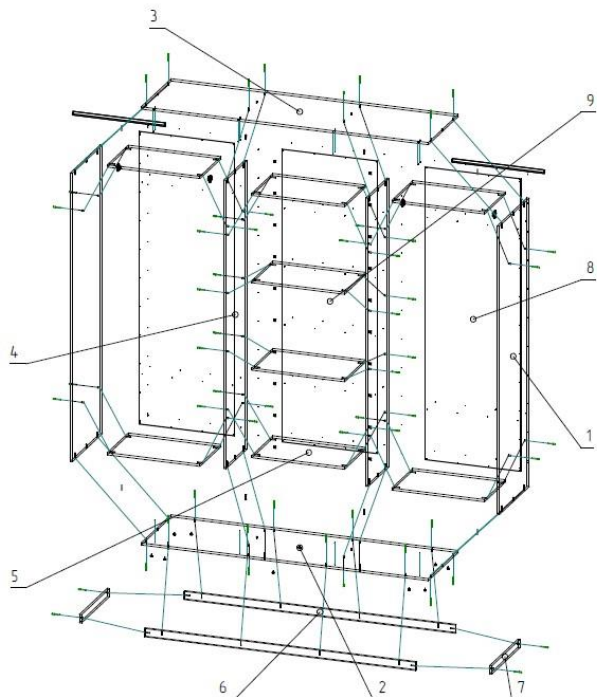

Рис.1
1. Соберите подиум шкафа (поз.2,6,7) Рис.1., предварительно установив пластиковые подпятники, с помощью винтов конфирмат 7*50.